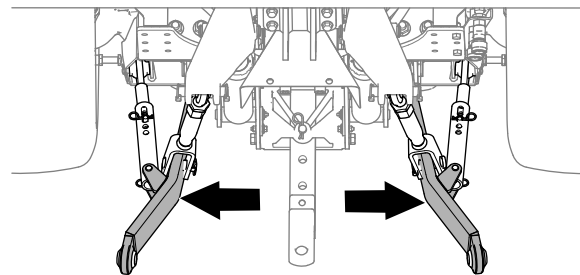

Figura 15
2. Regolate i bracci degli attacchi inferiori (Figura 15) completamente verso l'esterno; fate riferimento al manuale dell'operatore del trattorino.